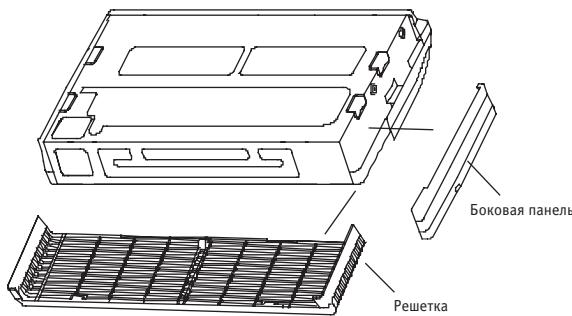

Рис. 49-9
- Снимите боковую панель и решетку (см. рис. 49-9). В моделях мощностью 48000 и 60000 БТЕ/ч снимать решетку не требуется.